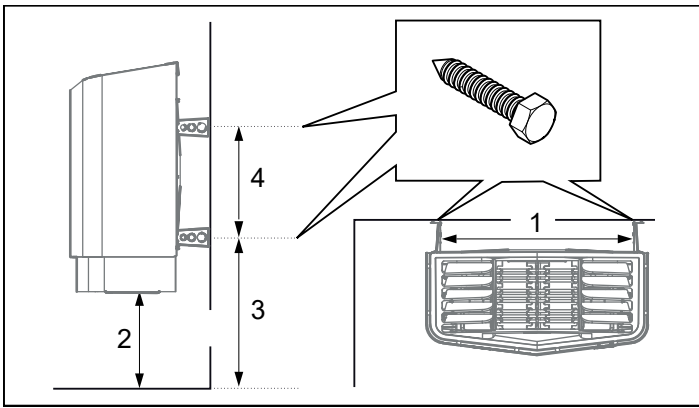

Рисунок 18: Размеры
6. Разместите винты для кронштейнов согласно указанным размерам (Рис. 18).